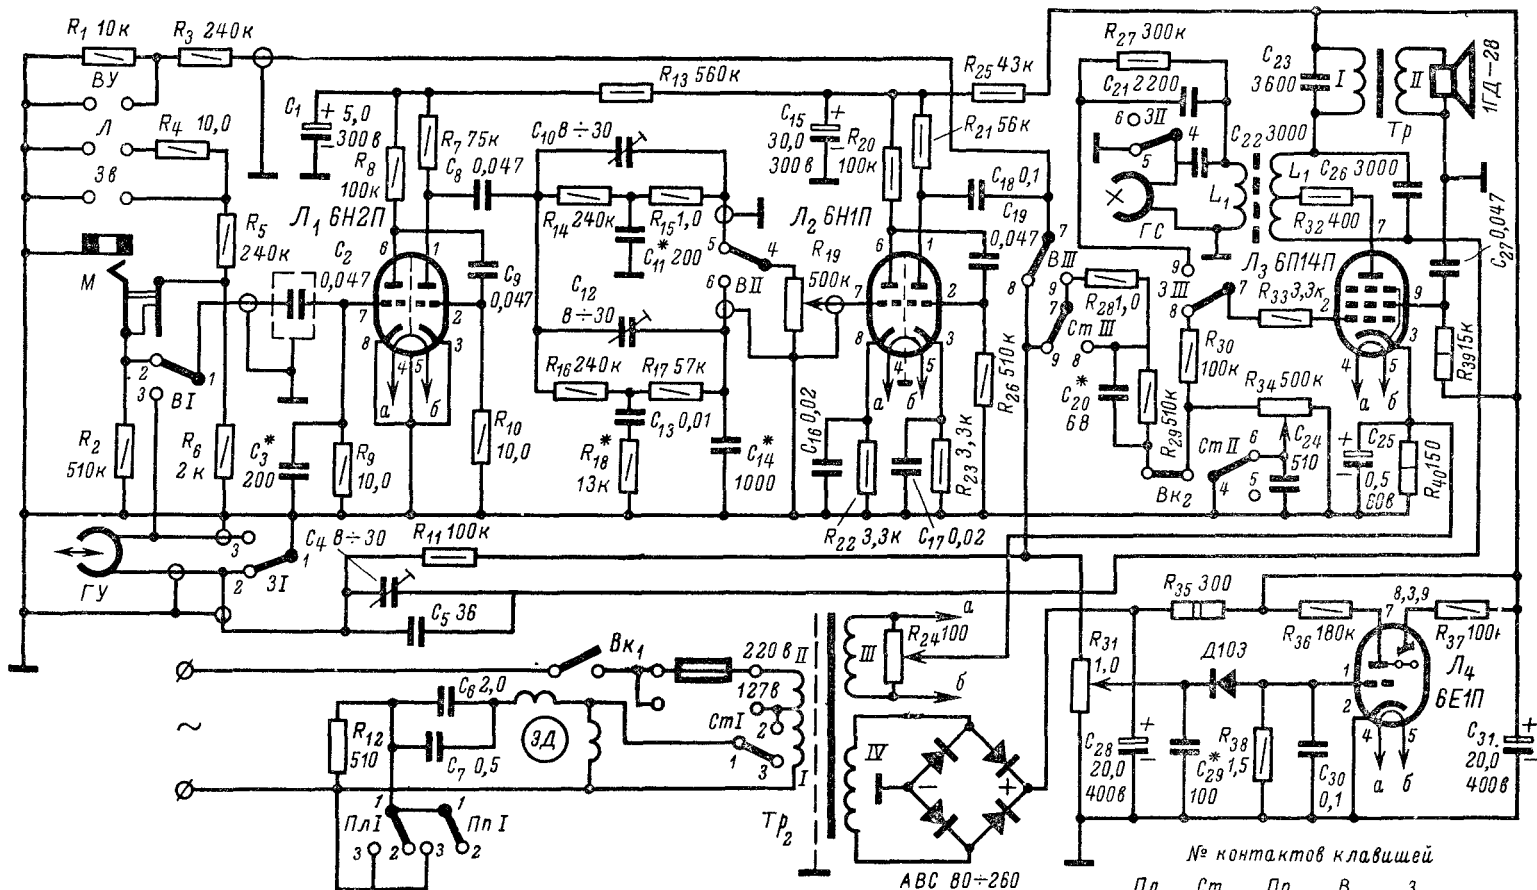

Рис. 48. Принципиальная электрическая схема магнитофона «Айдас».
**Усилитель, генератор, выпрямитель.** Принципиальная электрическая схема магнитофона приведена на рис. 48. Положение контактов соответствует нажатой клавише «Стоп». В магнитофоне используется универсальный усилитель. При воспроизведении он работает как пятикаскадный усилитель на лампах  $L_1$ ,  $L_2$  и  $L_3$ . Универсальная головка ГУ переключателем  $B_1$  подключается на вход усилителя к управляющей сетке левого триода лампы  $L_1$ . Регулировка громкости производится потенциометром  $R_{19}$ , включенным в цепь сетки левого триода лампы  $L_2$  (этим же потенциометром при записи регулируется уровень записи). Рукояткой этого потенциометра магнитофон включается в сеть переменного тока ( $BK_1$ ). Для подсоединения внешнего усилителя и другого магнитофона при перезаписи на выходе четвертого каскада (правый триод лампы  $L_2$ ) имеются специальные гнезда «высокоомный выход» ВУ. Регулировка тембра производится между четвертым и пятым каскадом потенциометром  $R_{34}$ . На этом же потенциометре смонтирован выключатель  $BK_2$ , которым оконечный каскад усилителя может быть отключен (например, при использовании внешнего усилителя). Нагрузкой усилителя является громкоговоритель типа 1ГД-28. При записи в усилителе используются первые четыре каскада на лампах  $L_1$  и  $L_2$ . Индикатором уровня записи служит лампа  $L_4$  (электронно-световой индикатор). На вход усилителя через делитель напряжения и контакты  $B_1$  подключаются по выбору микрофон, звукоусилитель, другой магнитофон или трансляционная линия. Универсальная головка ГУ включается через контакты  $B_3$  в анодную цепь правого триода  $L_2$  по схеме параллельного питания. Генератор токов стирания и подмагничивания собран на лампе  $L_3$  (при воспроизведении работающей в оконечном каскаде). Переход в схеме от усилителя к генератору выполняются переключателями  $BIII$ ,  $CIIII$ ,  $3II$  и  $3III$ . Генератор собран по схеме с индуктивной связью. Стирающая головка ГС включена в цепь сетки генератора. Величина тока подмагничивания может регулироваться подстроечным конденсатором  $C_4$ .